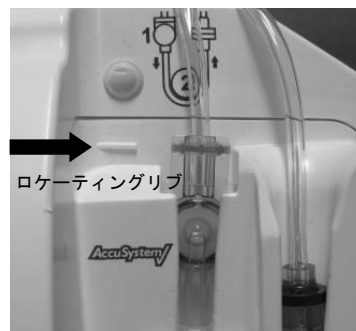

図 7
- (5) AFF バルブのツマミを押し下げ、確実に取り付けられていることを確認する。ツマミがローケーティングリブと揃うよう取り付け(図 7)。
- (6) 青色の透明カバーを閉じる。